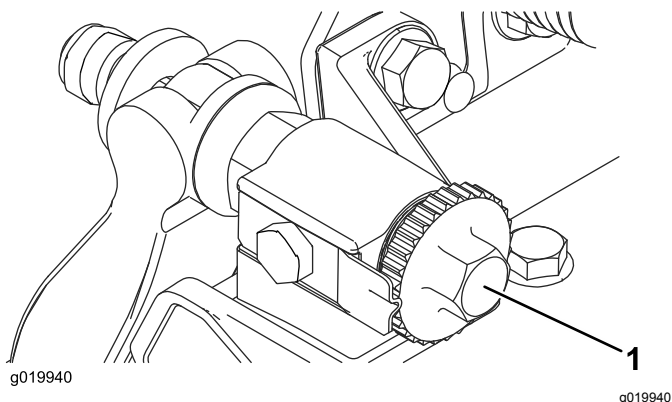

図 18
- 2. ベッドバー調整ねじを左に回してベッドナイフとリールの接触をなくす **図 18**。